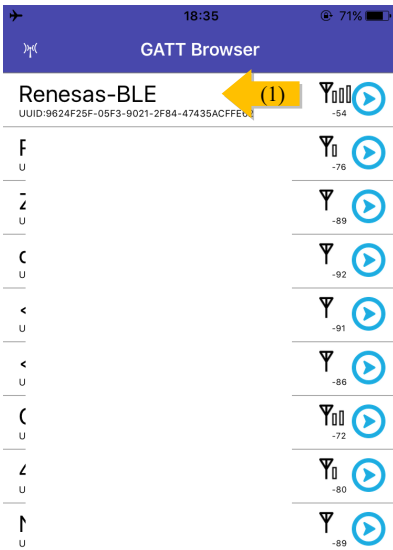

図 i1
2. デバイスの検索結果から、Renesas-BLE と表示されたデバイスと接続を開始します。（図 i1 の矢印 1）